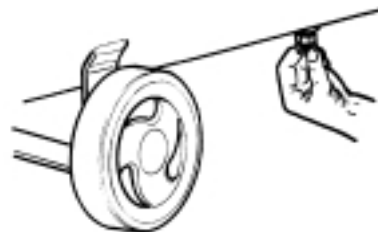

FIGURA 10 - LLAVE DE DRENO DEL CONDENSADO
- Drene el condensado del reservatorio (tanque) de aire (Figura 10).